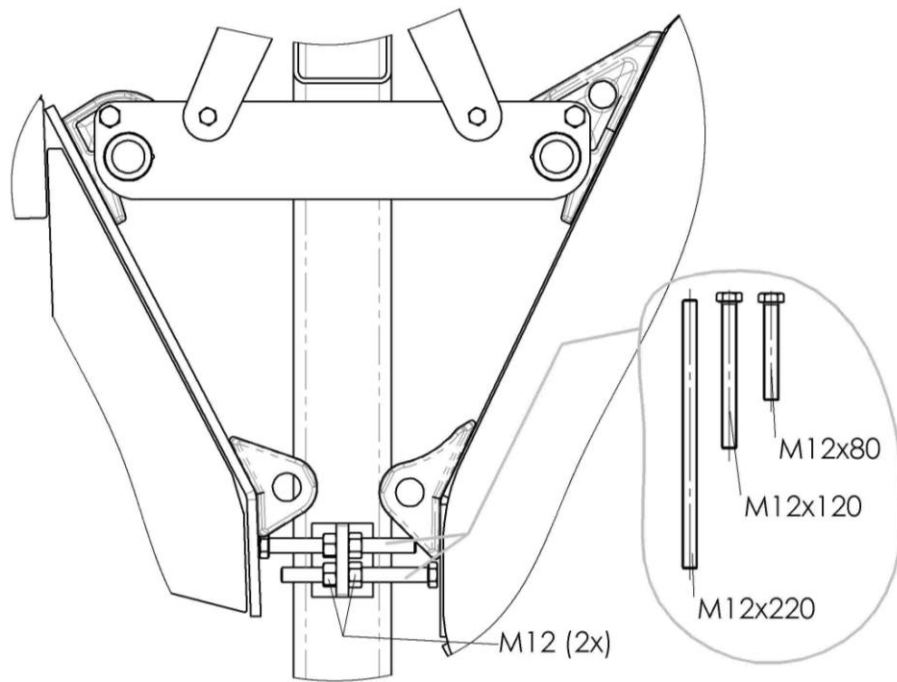

Bild 4 - Einstellung der Werkzeugneigung durch Schraubenschlag
- c. Unterschiedliche Werkzeugtypen können verschiedene Neigungen der Rückwand aufweisen. Daher liegen dem Werkzeugständer mehrere Schrauben bzw. Gewindestangen bei (Bild 4). Je nach Werkzeugtyp ist die Schraubenlänge als Anschlag zu wählen, die eine horizontale Ausrichtung des Werkzeuges ermöglicht. Das ist z.B. für eine Schaufel die Schraube M12x80, während für eine Gabelzange die Gewindestange benötigt wird. Die Anschlagsschraube selbst wird mit je zwei Kontermuttern in den Laschen am Werkzeugständer befestigt. Sie sind so einzustellen, daß das eingehängte Werkzeug an beiden Anschlagsschrauben anliegt.